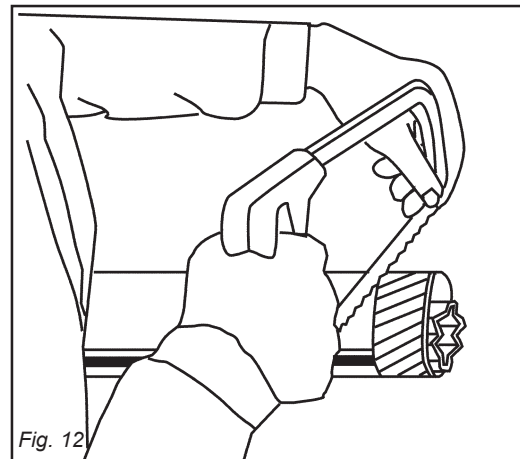
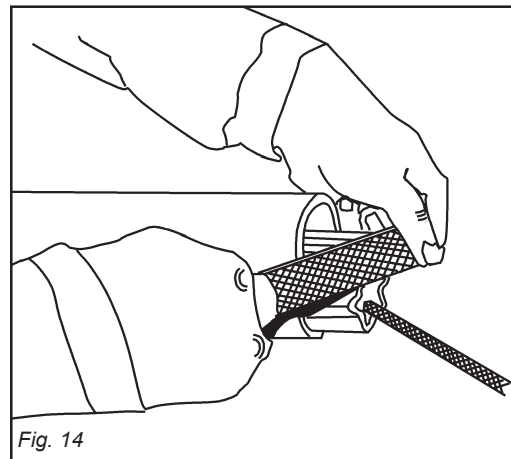
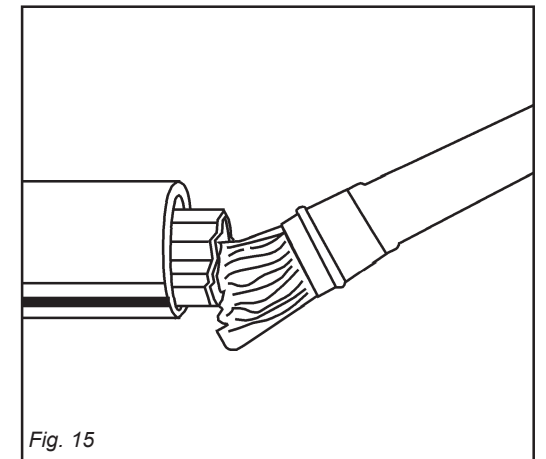

Fig. 12
Fig. 14
Fig. 15
- Accorciare i tubi scorrevoli di una stessa lunghezza (Fig. 12 e 13), sbavare e pulire (Fig. 14) e ingrassare l'interno del tubo esterno (Fig. 15).
- Shorten the sliding tubes by the same extent (Fig. 12 and 13), deburr and trim (Fig. 14), then grease the inside of the outer tube (Fig. 15).
- Raccourcir les tubes coulissant de la même longueur (Fig. 12 et 13), ébavurer et nettoyer (Fig. 14) puis graisser l'intérieur du tube extérieur (Fig. 15).
- Die Gleitrohre um die gleiche Länge (Abb. 12 und 13) kürzen, sie abgraten und reinigen (Abb. 14) und das Innere des Außenrohrs schmieren (Abb. 15)
- Acortar los tubos corredizos en modo uniforme (Fig. 12 y 13), quitar las rebabas y limpiar (Fig. 14) y engrasar dentro del tubo externo (Fig. 15).